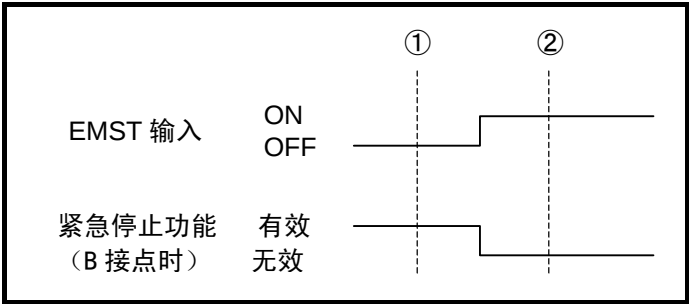

图 A-3：EMST 输入的 ON / OFF 和接点极性
- ◇ 例如，EMST 输入：紧急停止 的出厂默认值为 B 接点。「图 A-3：EMST 输入的 ON / OFF 和接点极性」的①的状态中，输入信号为 OFF，但是紧急停止功能为有效。
②的状态中，输入信号为 ON，但是紧急停止功能为无效。
- ◇ 「图 A-3：EMST 输入的 ON / OFF 和接点极性」的①・②的时间点上，比较监视器 IO0，IO1 的读取结果，如「表 A-2：EMST 输入为 B 接点时的监视器 IO0・IO1 的显示」所示。